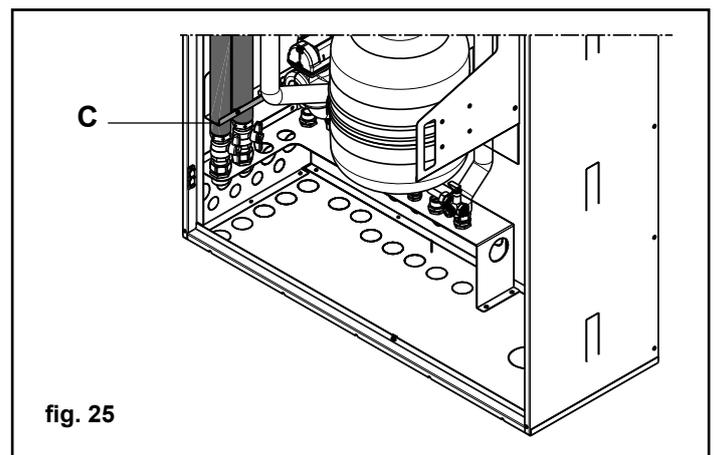

fig. 25
- Se necessario svitare le viti e togliere la rastrelliera (C - fig. 25) di fissaggio delle rampe da 1" (circuiti impianto) per agevolare il fissaggio con i rubinetti.
- Ruotare di 45° circa verso l'esterno i rubinetti da 1" per poter manovrare correttamente le manopole degli stessi (fig. 25).
- Rimontare la rastrelliera (C - fig. 25) precedentemente rimossa.